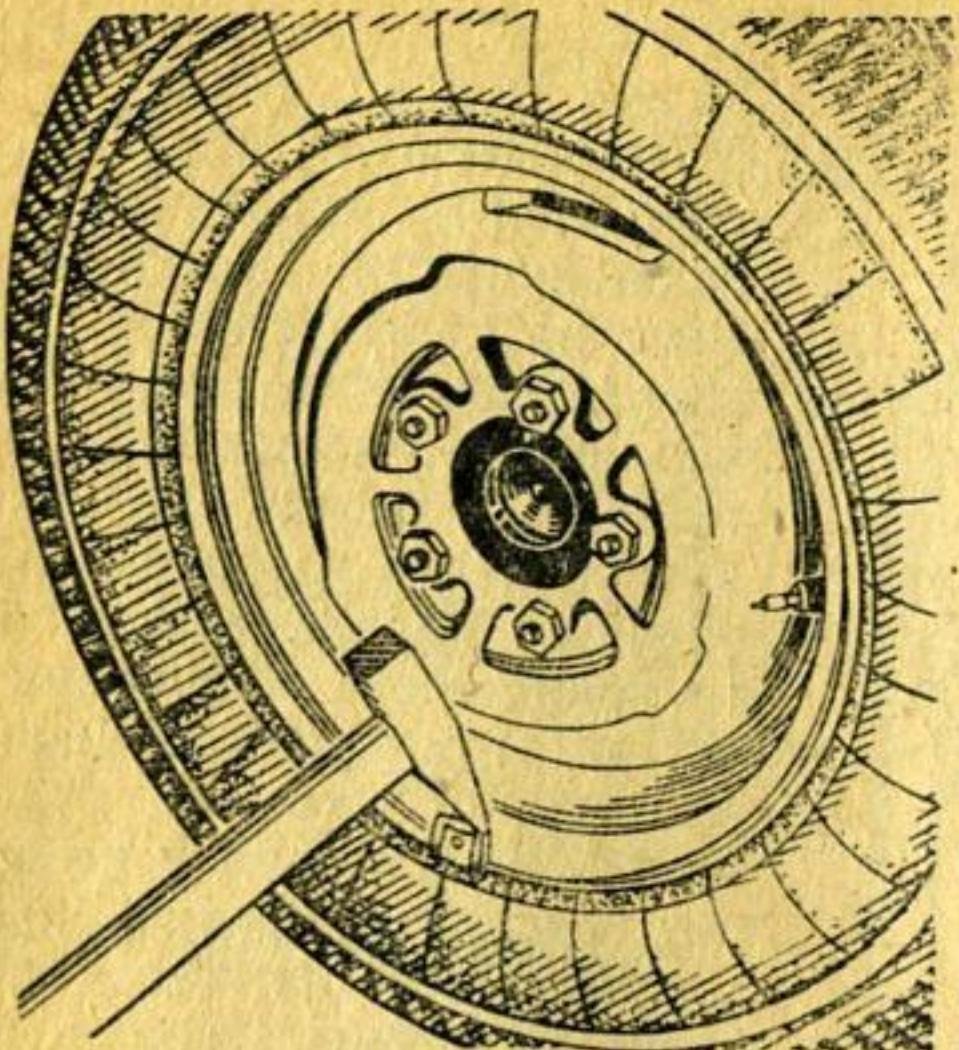

Рис. 77. Удаление балансировочного грузика.
- Снимают балансировочные грузики, ударяя молотком по внутренней кромке грузика так, чтобы он повернулся (рис. 77), после этого грузик легко снимается.